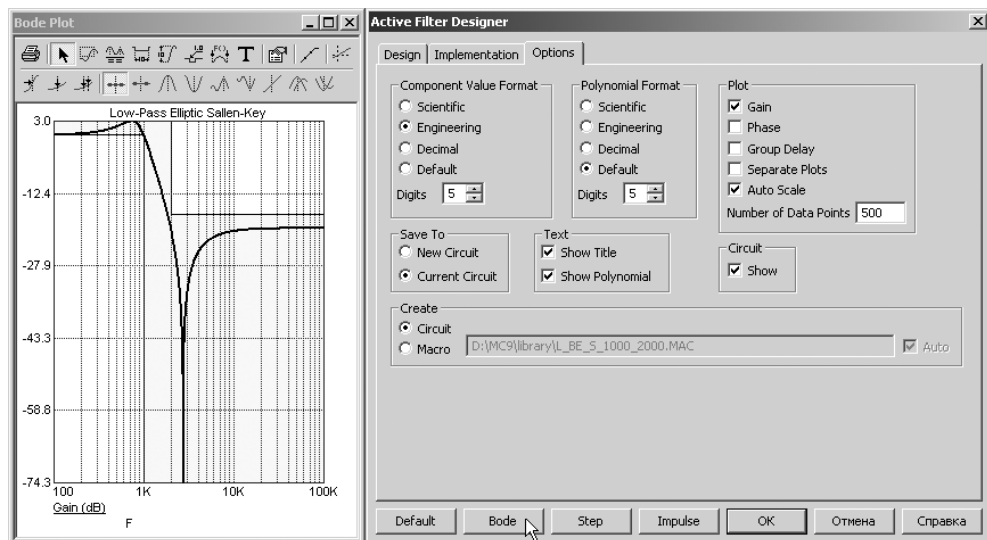
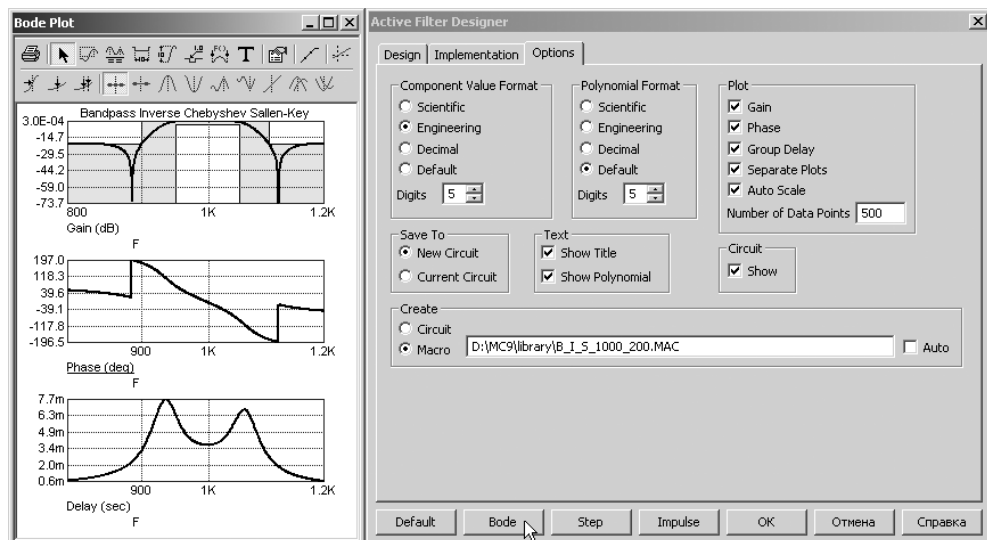
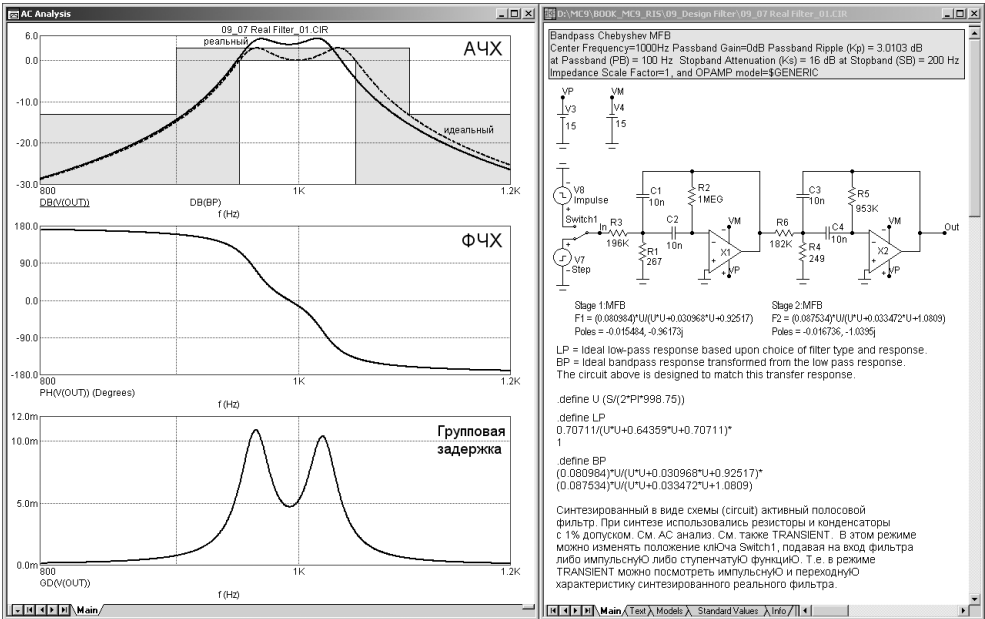

Рис. 9.5 – Закладка Options диалогового окна синтеза активных фильтров
Рис. 9.6 – Окно *Bode Plot* с графиками частотных характеристик идеального фильтра
Рис. 9.7 – Частотный анализ синтезированного фильтра
В этой закладке выбирается точность и способ представления используемых пассивных компонентов, графики для построения при нажатии **Plot**, сохранение синтезированного фильтра в виде макромодели или схемы, перенос результатов синтеза в текущую схему или создание новой. Закладка **Options** содержит следующие пункты (рис. 9.5).
Во-первых они воздействуют на графики, которые показываются при нажатии кнопки «Bode» (рис. 9.6). Этот график представляет собой график идеальной комплексной частотной передаточной функции. Он показывает, как будет работать схема, собранная на идеальных компонентах.
Во-вторых, если выбрана опция *Save To: New Circuit*, она изменяет установки АС-анализа создаваемой схемы. Она устанавливает выражения для частотного анализа такими, чтобы при выборе АС анализа и его запуске (F2) сразу же строились только те графики, которые выбраны, причем для двух вариантов: идеализированного и реального фильтров (рис. 9.7).
- **Bode.** Показывает выбранные характеристики диаграммы Боде. Это могут быть модуль коэффициента передачи (см. рис. 9.5), фаза и (или) групповая задержка (см. рис. 9.6) в зависимости от того какие флажки и опции установлены на соответствующей панели закладки OPTIONS. То, что строится в окне Bode Plot — это график *идеальной* передаточной функции для выбранного фильтра. Этот график не является передаточной функцией реального фильтра, который изготавливается на основе выбранной реализации. Для того чтобы получить передаточную функцию реального фильтра надо запустить АС анализ для синтезированной схемы. Если установлен режим задания параметров (specification mode) *Mode 1*, то на построенном в режиме АС графике будут присутствовать специальные области, выделенные жёлтым цветом, — это области разрешенного хода кривой передаточной функции реального фильтра в соответствии с задаваемыми параметрами. По расположению графика передачи реального фильтра относительно указанного полигона можно судить о его соответствии техническому заданию. Выше (см. рис. 9.7) приведен пример частотного (АС) анализа синтезированного полосно-пропускающего фильтра Чебышева. На графике коэффициентов передачи в децибелах видны различия идеального и реального фильтров и выход за пределы полигона амплитудно-частотной характеристики реального фильтра.
также производятся установки в диалоговом окне AC-анализа для построения характеристик схем: реальной синтезированной и идеализированной теоретической (см. рис. 9.7). Если флажок на панели *Specifications* установлен в положение Mode 1, на графики добавляется область, показывающая разброс возможного хода кривой передаточной функции, определяемая параметрами технического задания для фильтра (см. рис. 9.7). Также производятся установки параметров анализа *Transient* для расчета переходных процессов при воздействии на вход схемы ступенчатой (Step) и импульсной (Impulse) функции. Выбор воздействия осуществляется двойным кликом по переключателю SPDT. После создания схемы фильтра программа выходит из диалогового окна.
При нажатии **ОК**, программа создает схемную реализацию заданного фильтра (см. рис. 9.7). Она называет его *circuit2*. Последующие схемы фильтров получают имена *circuit3*, *circuit4* и т.д. Схемы, конечно же, могут быть переименованы после сохранения их на диске.